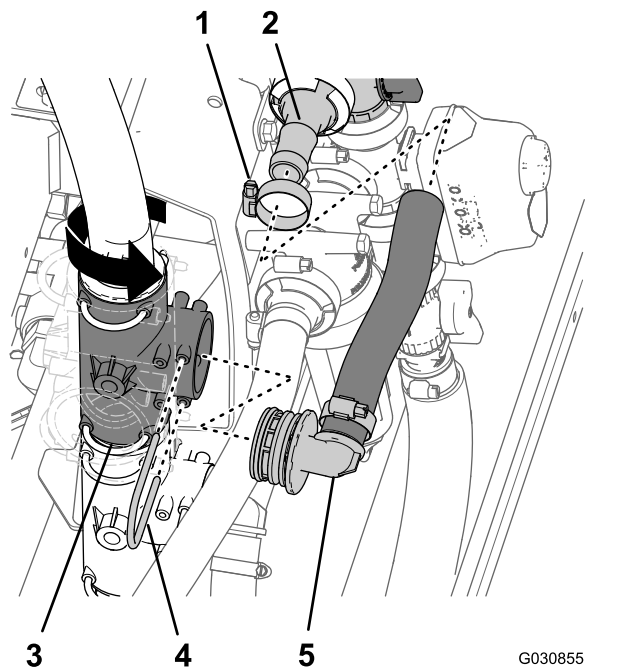

Figure 105
4. Faites pivoter de 90° dans le sens antihoraire le raccord en T supérieur sur le côté gauche du support de collecteur, comme montré à la Figure 105.
5. Branchez le flexible de dérivation d'agitation (1" x 10") au raccord droit cannelé de la vanne de dérivation d'agitation (Figure 105).
6. Emboîtez le raccord à 90° cannelé qui est au bout du flexible de dérivation d'agitation (1" x 10") dans le raccord en T supérieur sur le côté gauche du support de collecteur (Figure 105) et fixez-le avec l'étrier que vous avez retiré à l'opération 4 de Dépose de la vanne d'agitation, du clapet à bille et des flexibles (page 34).